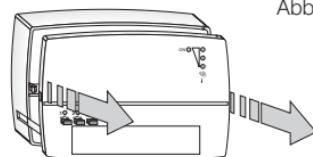

Abb. 4.i
- Ziehen Sie das Frontteil von der Basis ab (der Widerstand entsteht durch die Verbindungsstifte der Klemmen) (Abb. 4.i).